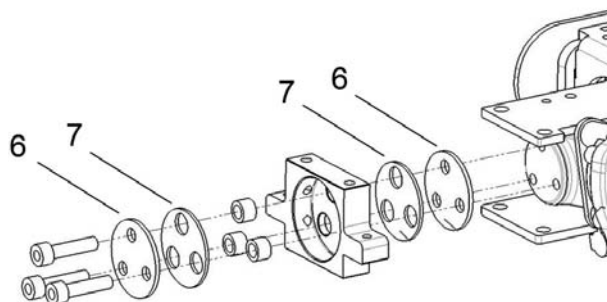

Bild 27. Montera ställdonets brickor (6) och dämpare (7).
15. Montera ställdonets brickor (6) och dämpare (7). Se bild 27.